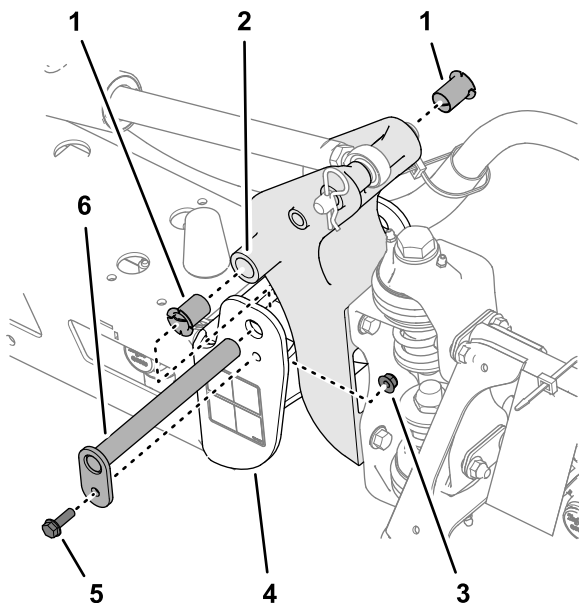

図 108
3. ピボットピンを固定しているボルトとナットを外してピンを取り外す 図 108。
- ナイロンブッシュを取り外し、ピボットブラケットの前面および後面側から見て点検する 図 108。
- 各ナイロンブッシュに少量のオイルを塗ってピボットブラケットに取り付ける 図 108。
- ピボットブラケットの穴を、エンドチャンネルの穴に合わせる 図 108。